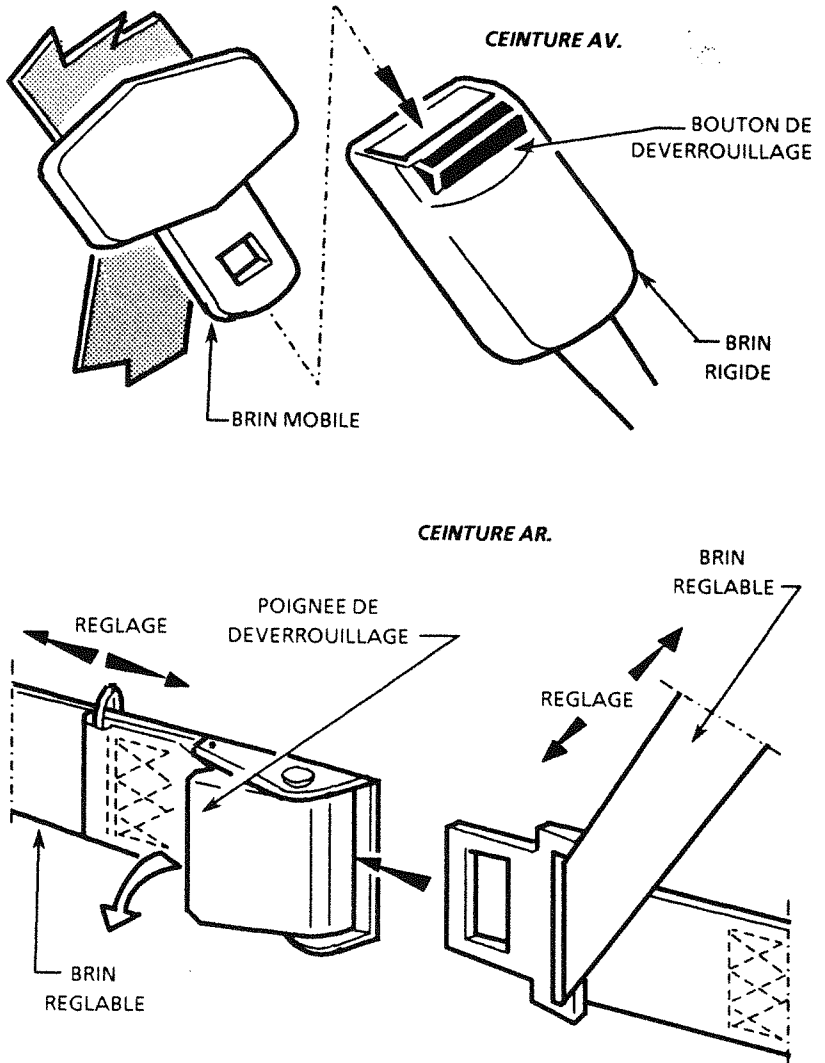

Figure 7.10 - CEINTURES
**CEINTURES** (voir Figure 7.10)